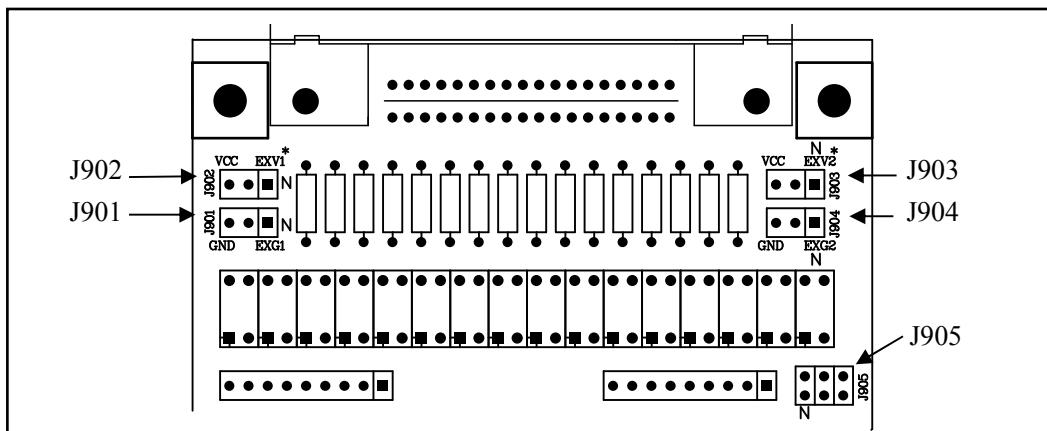

图 9-9 跳线在 HANDLER 板上的位置
HANDLER 接口板上的跳线用来选择分选输出信号及控制信号是使用内部电源还是外部电源，并根据电源电压选择触发信号（TRIG）的限流电阻。表 9-5 是对每个跳线（J901–J905）的描述，它们在接口板上的位置如图 9-9 所示。
- ☞提示：在表 9-5 和图 9-9 中，“N”表示出厂时默认的跳线设置。
在图 9-9 中, J901 和 J902 用于选择分选输出信号的电源, J903 和 J904 用于选择控制信号的电源, J905 用于选择触发限流电阻。